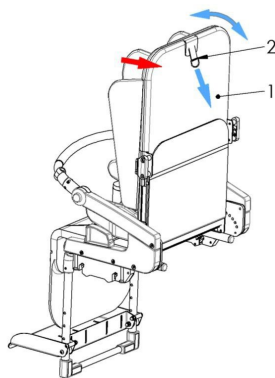

рис. 17
Для регулировки угла наклона спинки одной рукой удерживайте верхний край спинки (1), а другой потяните за ленту фиксатора (2). Рис.17